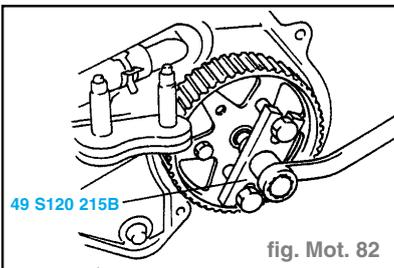

fig. Mot. 82
- Séparer la poulie de pompe d'injection de carburant de l'arbre de la pompe d'injection de carburant à l'aide de l'outil. (fig. Mot. 82)
mission n°3 et la came d'échappement, puis désolidariser la poulie d'arbre à cames de l'arbre à cames à l'aide de l'outil. (fig. Mot. 82)